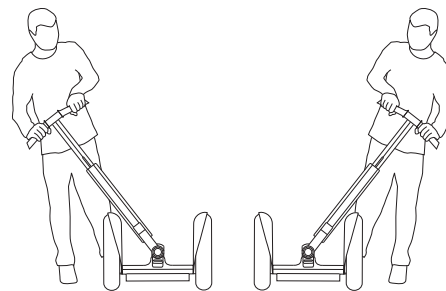

图 6: 检查 LeanSteer 车架
5. 在 Segway PT 断电 (OFF) 后, 将 LeanSteer 车架完全向左和向右倾斜, 直到其接触每个挡泥板 (参见图 6)。